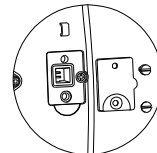

Abbildung 4-2. LFT-Stifte
2. Entfernen Sie die Sicherheitsabdeckung auf der Unterseite der Waage, um die beiden Stifte in der Aussparung zu sehen (siehe Abbildung 4-2). Schließen Sie diese Stifte beim **Einschalten** der Waage (z. B. mit einem Schlitzschraubendreher) kurz. Die Waage führt das Einschaltverfahren durch, und auf dem Display erscheint der aktuelle Status [LF£ BF£] (Eichung deaktiviert, nicht verriegelt) oder [LF£ BF] (Eichung aktiviert, verriegelt). Drücken Sie auf die Taste „No“ (Nein), um diese Einstellung zu ändern oder auf „Yes“ (Ja), um die Einstellung zu übernehmen.